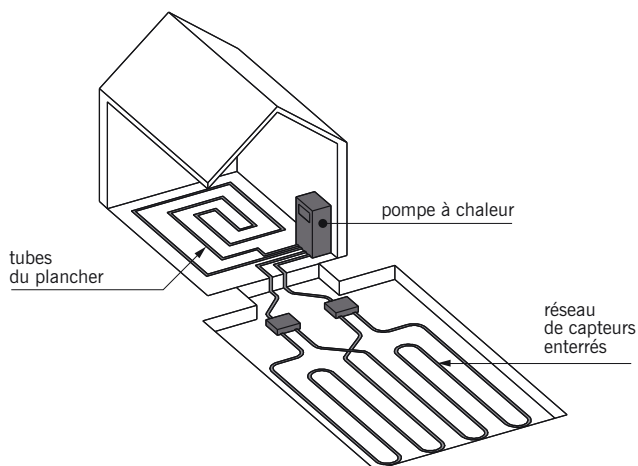

fig. 17.35
■ **Le plancher chauffant géothermique** : système de chauffage par le sol à basse température comprenant (fig. 17.35) :